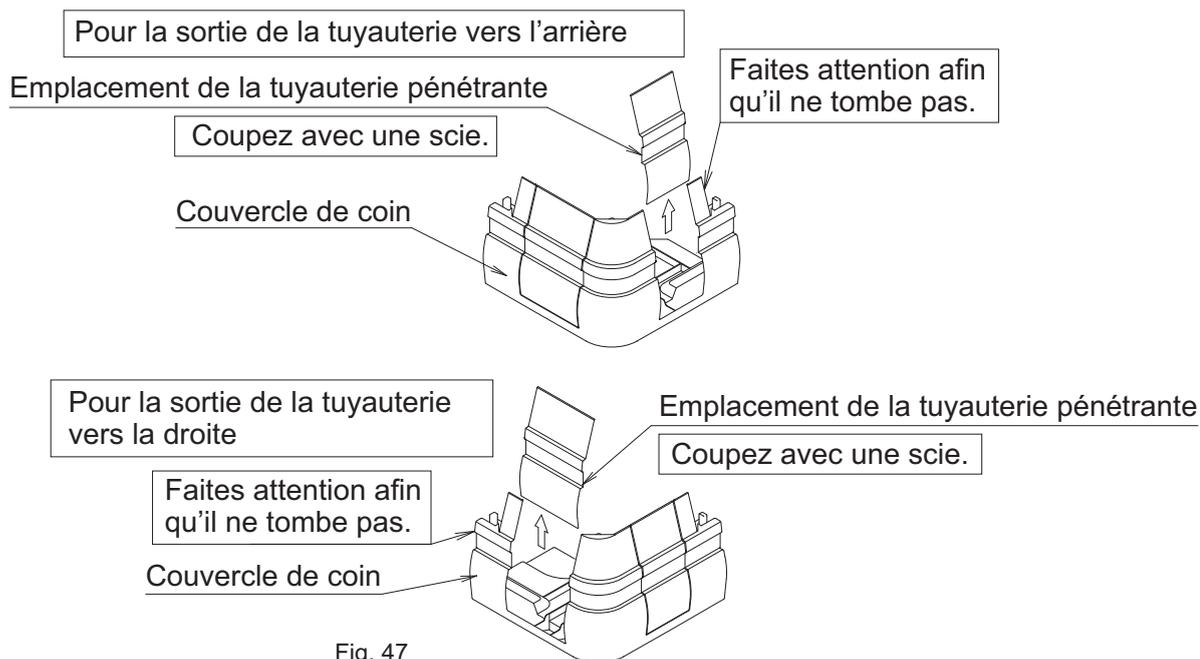

Fig. 47
- Pour la sortie de la tuyauterie vers l'arrière et vers la droite, coupez le couvercle du coin comme indiqué dans la **Fig. 47** et retirez-le.